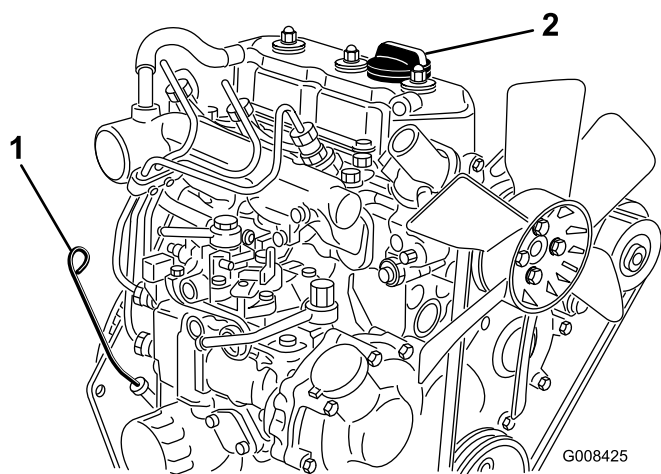

図 29
2. ディップスティックを抜き、ウェスで一度きれいに拭く（図 29）。ディップスティックを、首の根元までもう一度しっかりと差し込む。首から引き抜いて油量を点検する。油量が足りなければ、バルブ・カバーについている補給口のキャップを取り、ディップスティックの FULL マークまで **ゆっくり**と補給する。補給するときは、ディップスティックで確認しながら少量ずつ入れてください。**入れすぎないこと。**